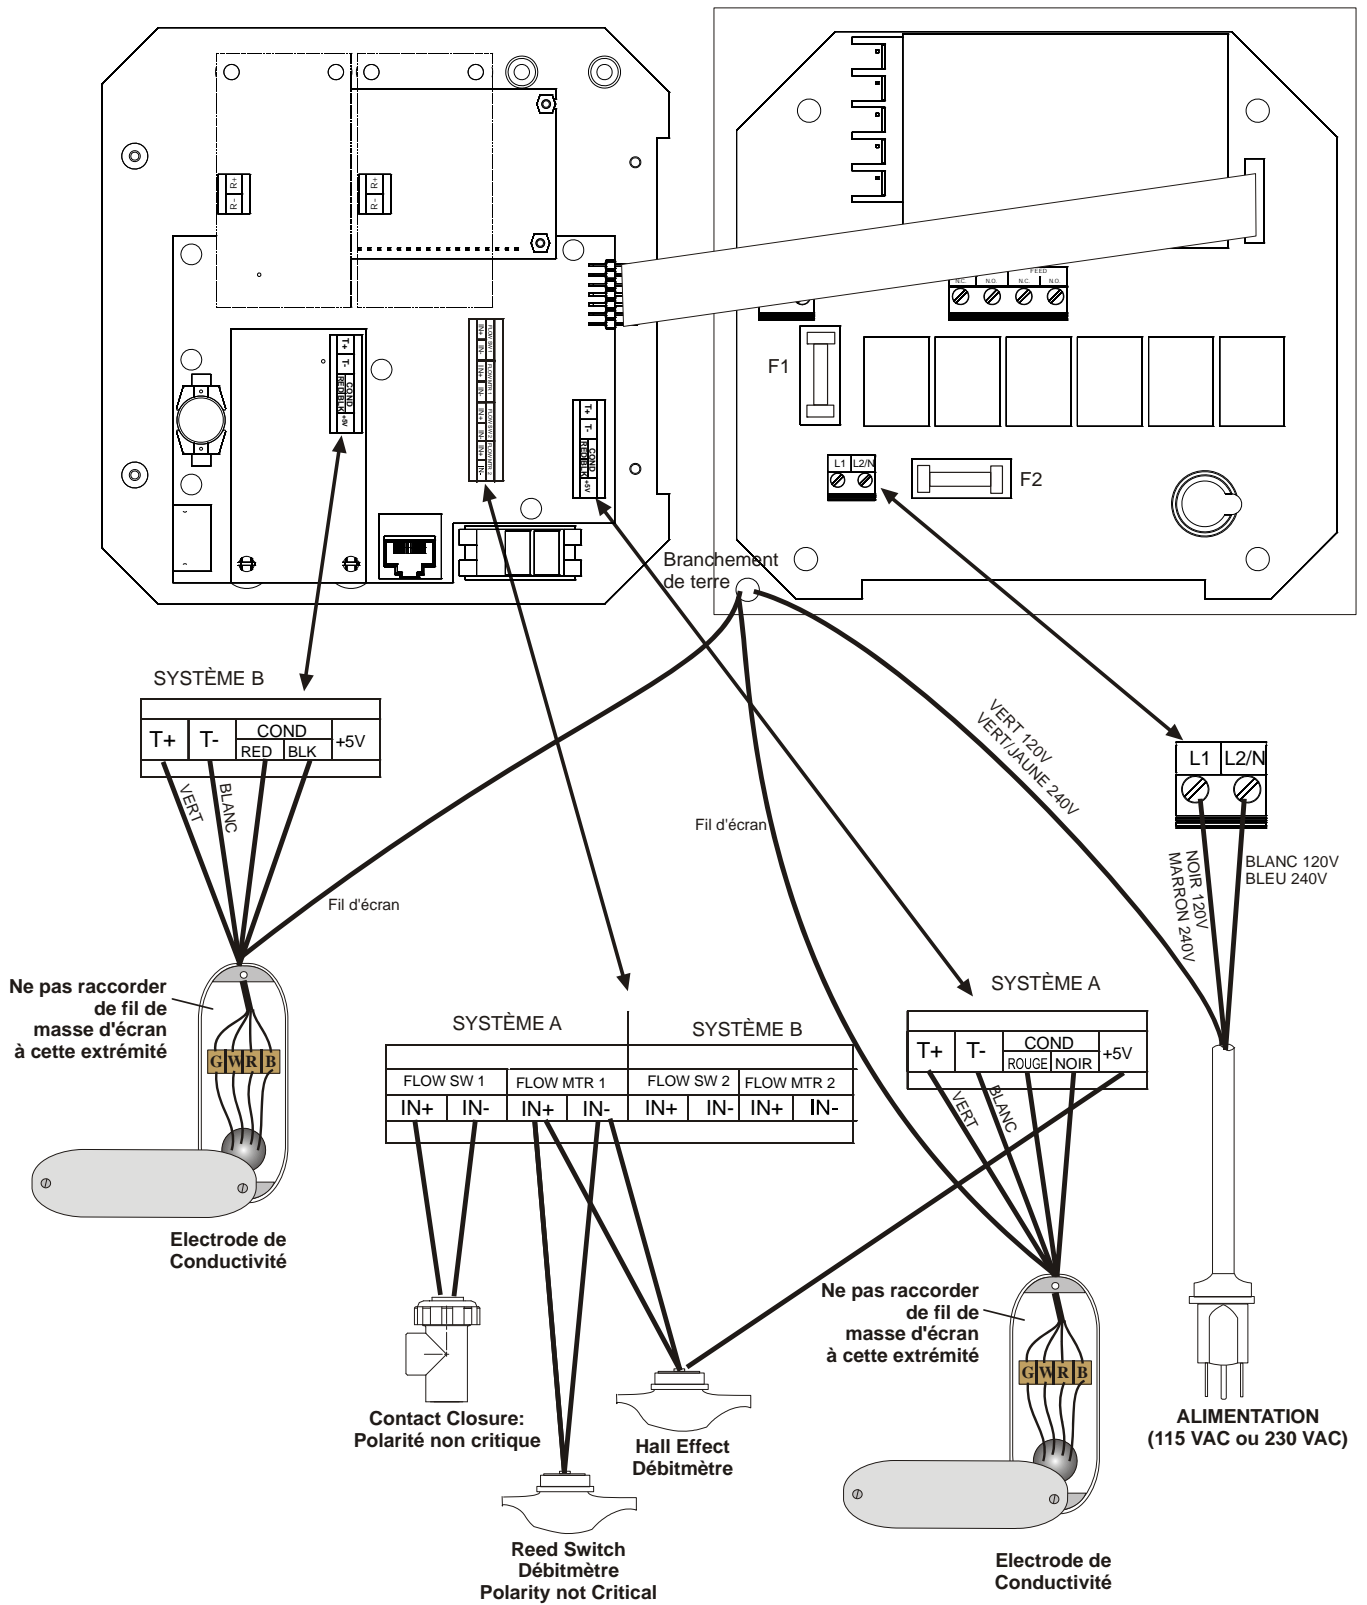

Figure 4 Entrées
Les différentes options de câblage standard sont montrées dans la figure 2, ci-dessous. Votre régulateur WDB arrivera de l'usine précâblé ou prêt au câblage. Selon votre configuration des options, vous devrez recâbler quelques ou toutes les entrées/sorties de l'appareil. Reportez-vous aux figures 4 et 5 pour la disposition et le câblage.
2. Lorsque vous câblez l'entrée du débitmètre optionnel, la sortie 4-20 mA ou le détecteur de débit à distance, il est recommandé d'utiliser une paire de fils blindés, tressés de 11 à 13 A. Le blindage devra être raccordé à la terre du régulateur ( voir figures 4 et 5).